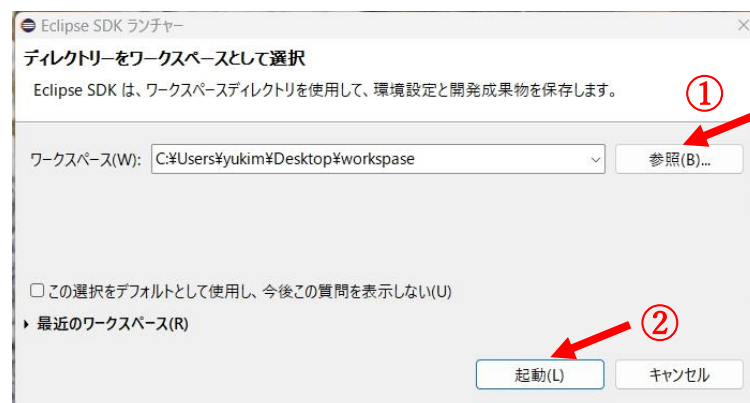

図 21 [Eclipse SDK ランチャー]ウィンドウの[ワークスペース]を選択する画面
- ② 図 21 のように[Eclipse SDK ランチャー]が起動するため、[ワークスペース]の項目の[参照]をクリックし、自身の workspace を選択し、[起動]をクリックする。